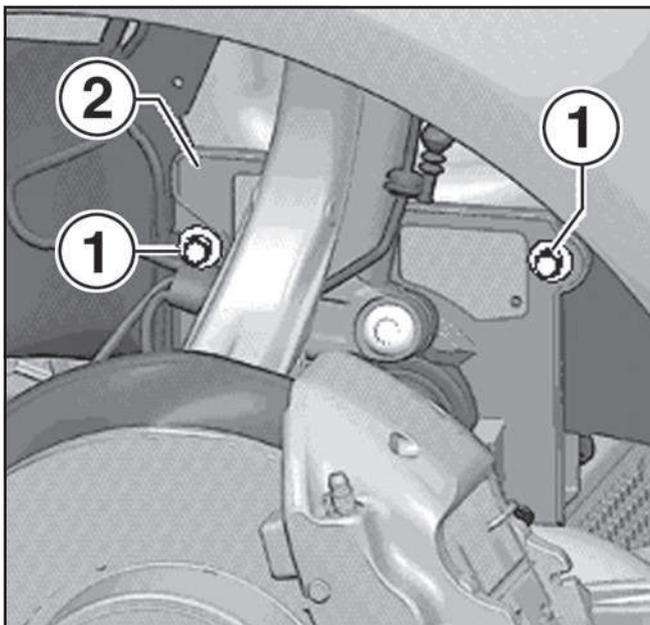

Fig. 1
- Desatornillar las tuercas (1) y retirar la tapa (2) (Fig. 1).